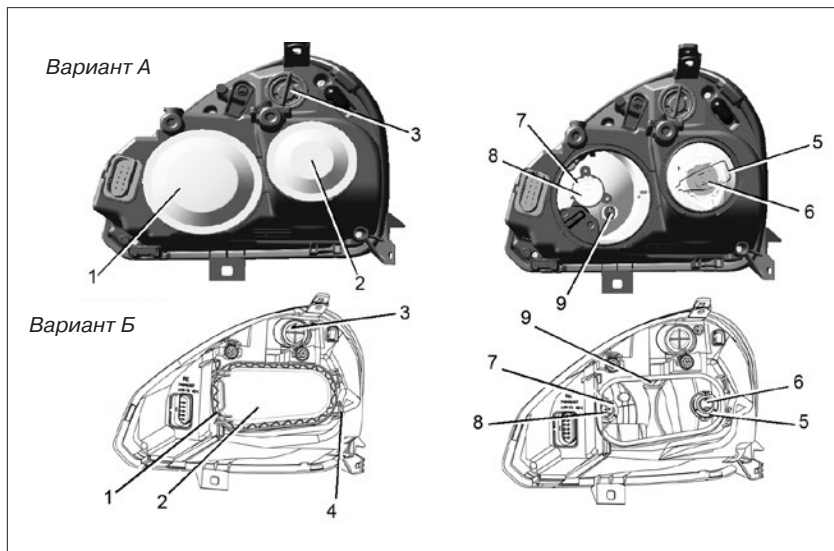

Рис. 87. Блок-фара
– снимите круглую защитную резиновую крышку 2 (вариант А) или пластиковую крышку 2 (вариант Б), откинув пружинную защелку 1 влево и освободив из зацепов 4 (рис. 87);
- снимите круглую защитную резиновую крышку 1 (вариант А) или пластиковую крышку 2 (вариант Б), откинув пружинную защелку 1 влево и освободив из зацепов 4 (рис. 87);
откинув пружинную защелку 1 влево и освободив из зацепов 4 (рис. 87);